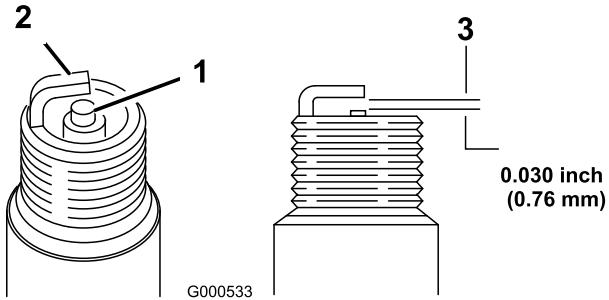

Figura 38
1. Mire la parte central de la(s) bujía(s) (Figura 38). Si se observa un color gris o marrón claro en el aislante, el motor está funcionando correctamente. Si el aislante aparece de color negro, significa que el limpiador de aire está sucio.
- 2. Compruebe la separación entre los electrodos central y lateral (Figura 38). Si la distancia no es correcta, doble el electrodo lateral (Figura 38).